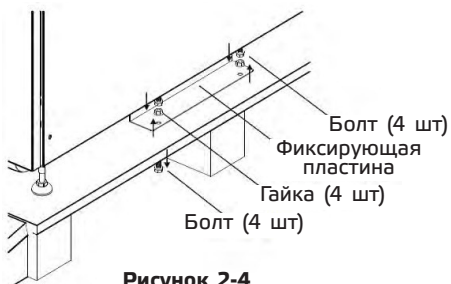

Рисунок 2-4
4. Снимите 2 крепежные пластины шкафа и ослабьте выравнивающие ножки, повернув их против часовой стрелки. Затем снимите шкаф с поддона. См. рис. 2-4.